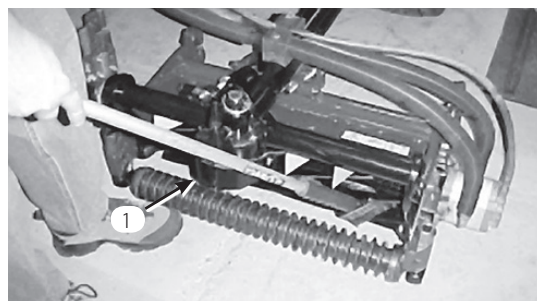

図 73
8. 長柄のブラシ（トロ P/N29-9100）で、ラッピングコンパウンドを塗布しながら作業する。どんな場合でも短い柄のブラシは使用しないこと（図73）。